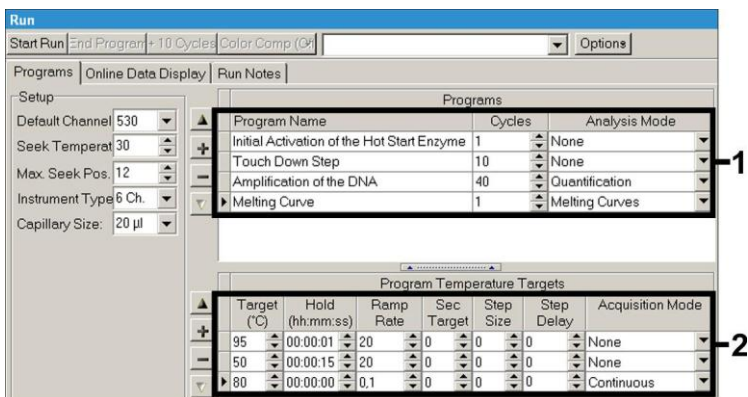

Fig. 11: Curva de fusão (apenas aplicável, se o kit *artus HSV-1/2 LC PCR* for utilizado em paralelo).
- D. Curva de fusão (**opcional**) Fig. 11